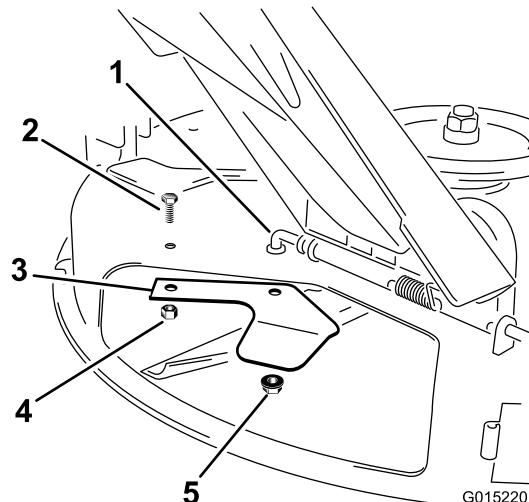

Figure 19
- Retirez les contre-écrous et le boulon qui fixent le déflecteur d'ouverture sur le dessous du plateau de coupe (Figure 19). Conservez toutes les fixations.